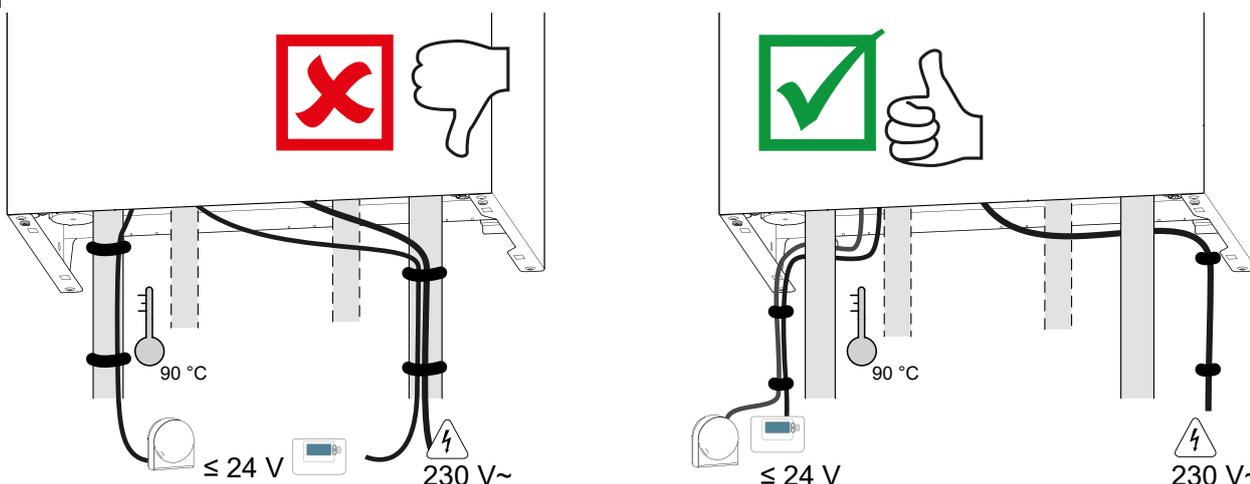
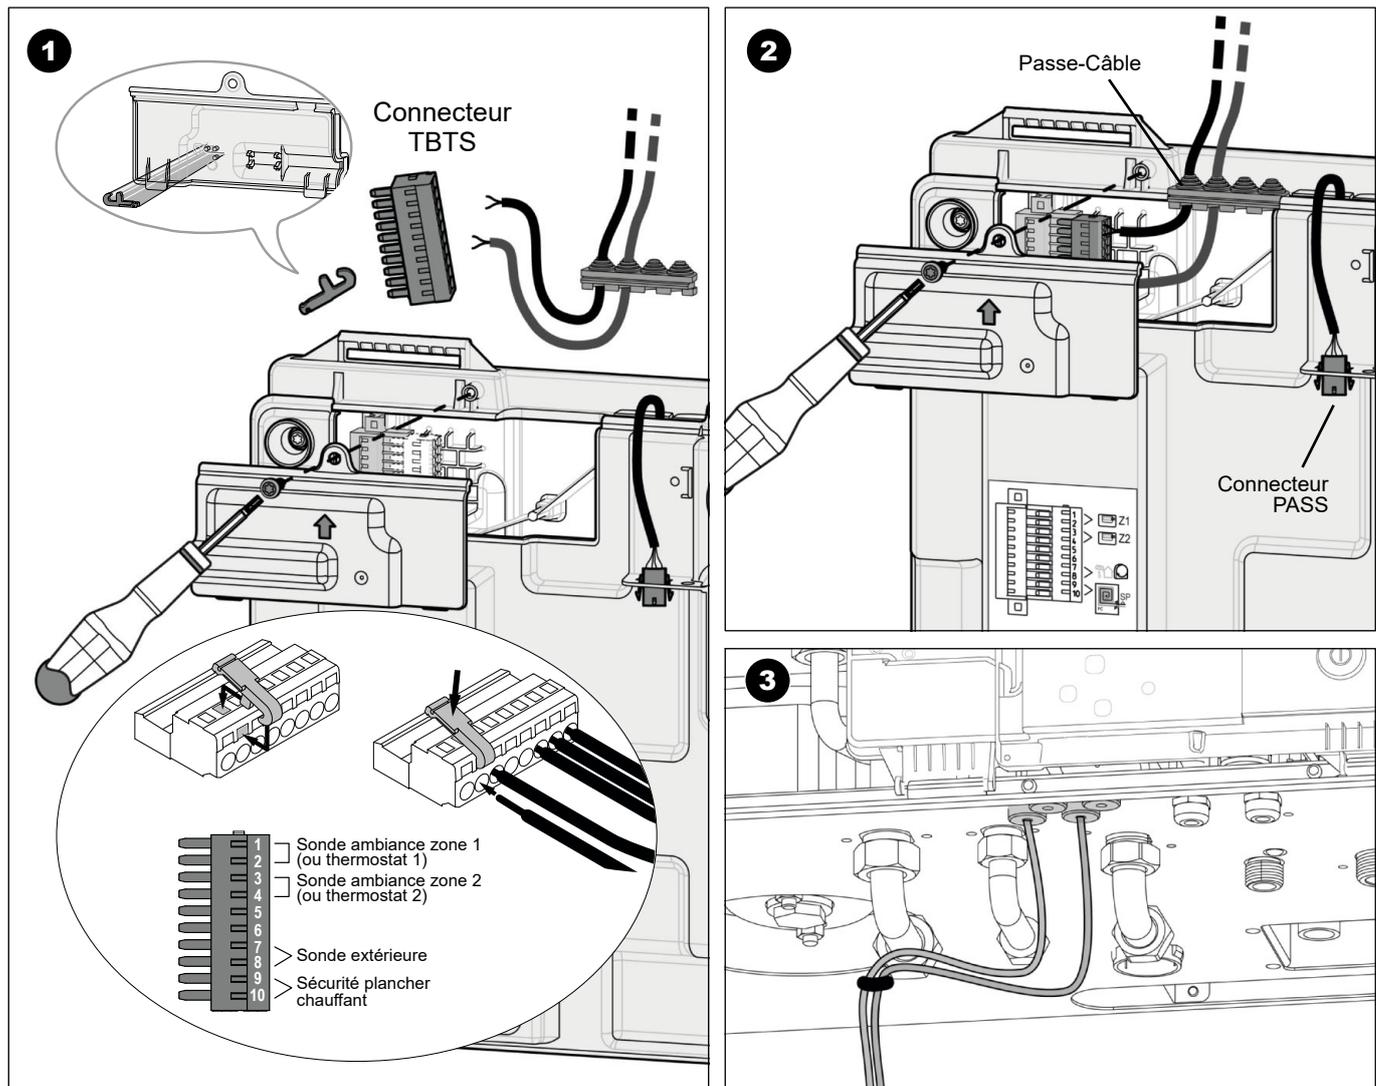

fig. 17 - Chemin de câbles
fig. 20 - Accès borniers TBTS
- Effectuer les raccordements suivant les schémas (fig. 17 et fig. 20).